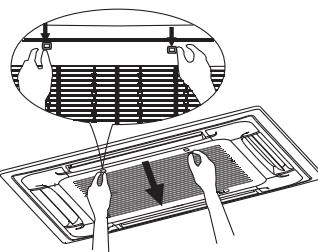

Рис. 6-1
- Одновременно потяните 2 зажима воздухозаборной решетки в направлении друг к другу, затем потяните их на себя (рис. 6-1).
#### 2. Снимите воздухозаборную решетку (рис. 6-1)